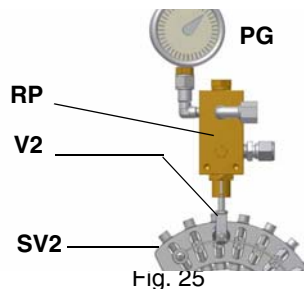

Fig. 25
- 10 para obtener el caudal máximo del aceite, regular la presión (leyendo el valor en el manómetro PG), sin modificar el caudal de aire establecido durante la calibración en funcionamiento con gas (véase apart. anterior): controlando siempre los valores de combustión, intervenir en el tornillo del sector variable correspondiente al aceite **SV2** (véase Fig. 25) una vez alcanzada la posición de llama alta.